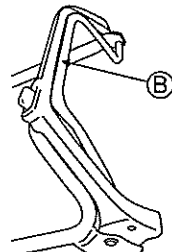

Fig. 17.
4 Poussez le Levier d'embrayage (B) vers l'avant pour commencer à tondre. (Voir Fig. 17.)